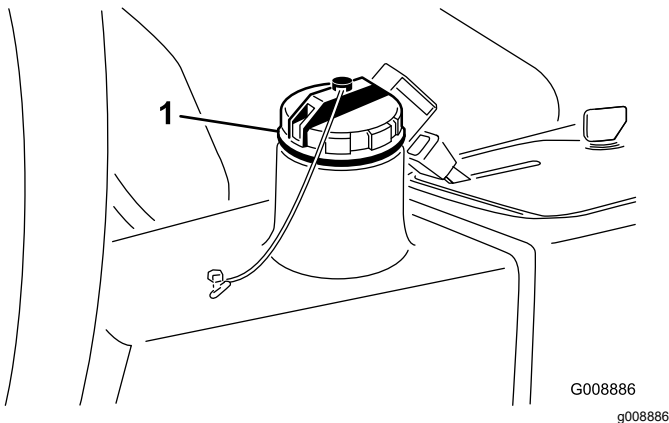

Figura 78
4. Encha o reservatório (Figura 78) com aproximadamente 13,2 litros de fluido hidráulico; consulte Verificação do sistema hidráulico (página 22).